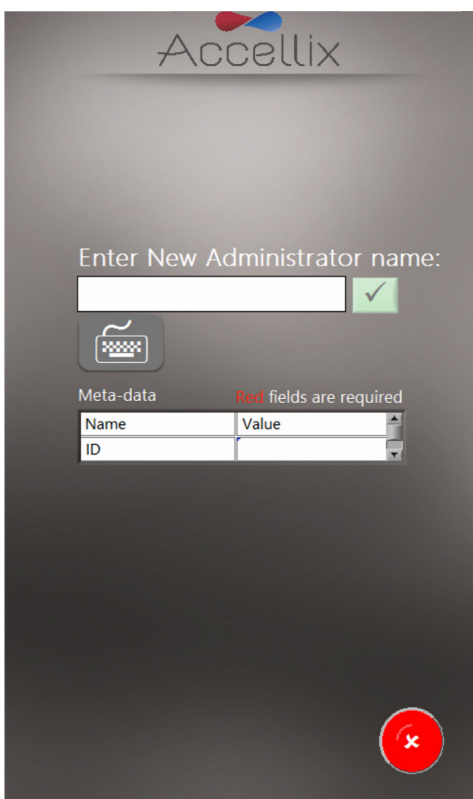

Figure 11 : écran Ajouter un utilisateur
1. Appuyez sur l'icône **Add** (Ajouter) . L'écran **Add User** (Ajouter un utilisateur) (Figure 11) s'affiche :